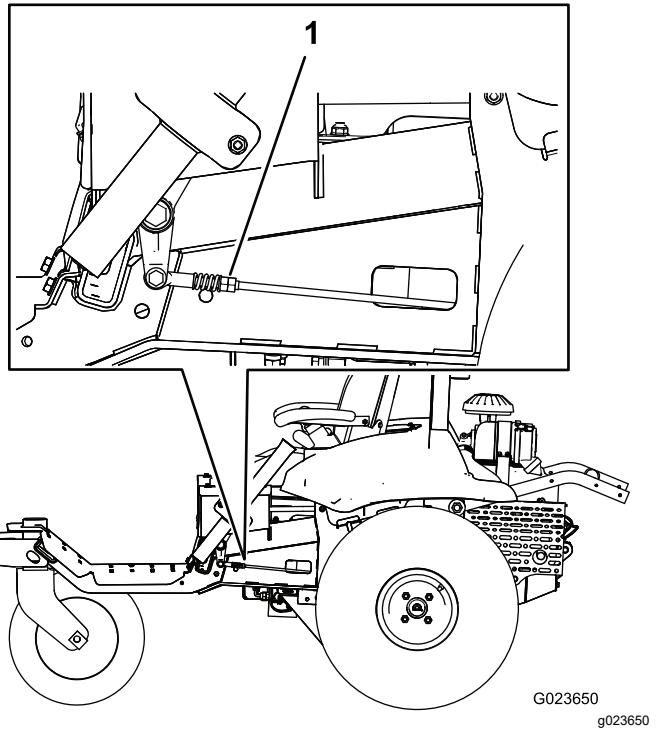

Bild 60
- Drehen Sie die Doppelmuttern am Gestänge (Bild 60) an einer Seite der Maschine langsam, bis sich das Rad an dieser Seite dreht; drehen Sie die Doppelmutter dann in die andere Richtung, bis sich das Rad in der anderen Richtung dreht.